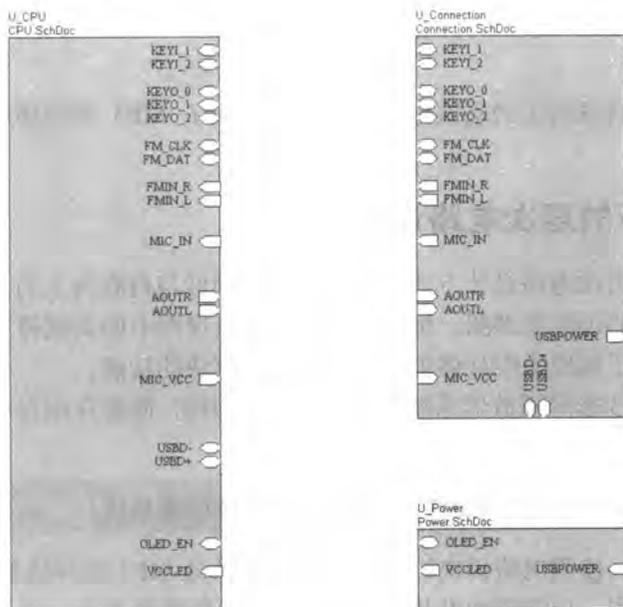

图 4-53 调整后的图纸符号及图纸入口
- [7] 用鼠标单击图纸入口，拖动到合适的位置处，以便于连线。调整后的图纸符号及图纸入口如图4-53所示。